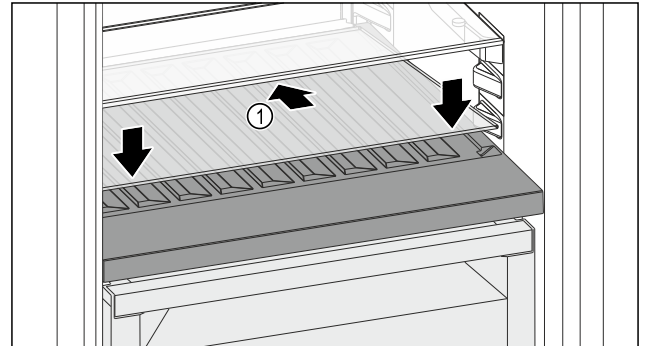

Fig. 107
- ▶ Glasplatte Fig. 107 (1) schräg und nach hinten unten geneigt ansetzen.
- ▶ Glasplatte Fig. 107 (1) vorne absenken.